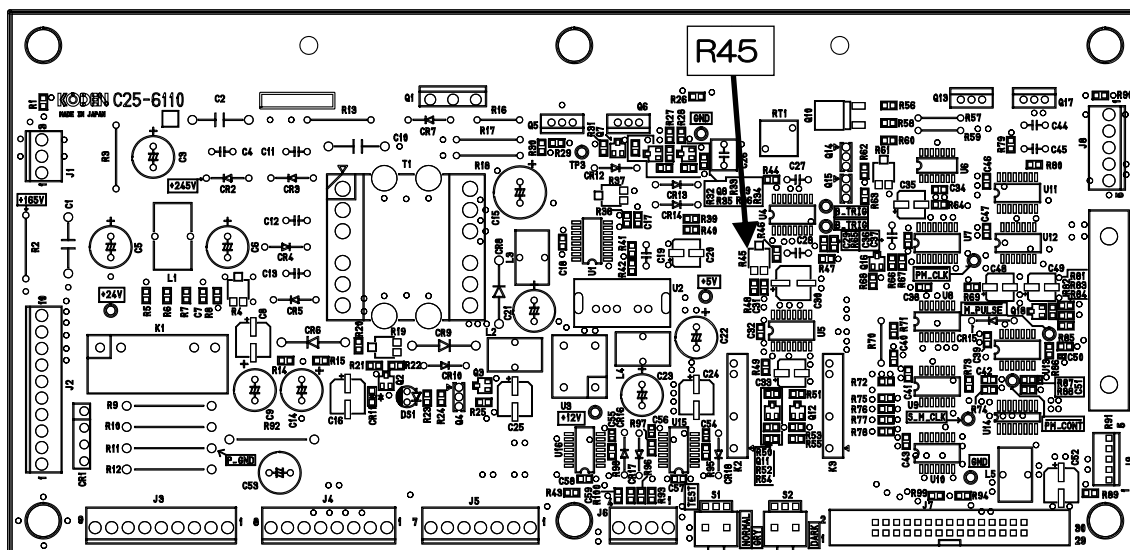

図 6.1 C25-6110 R45 配置説明図
- C25-6110 R45を回すと、記録開始位置を変更することが出来ます。（図6.1参照）。R45の調整は、ードライバー（小）を使用します。